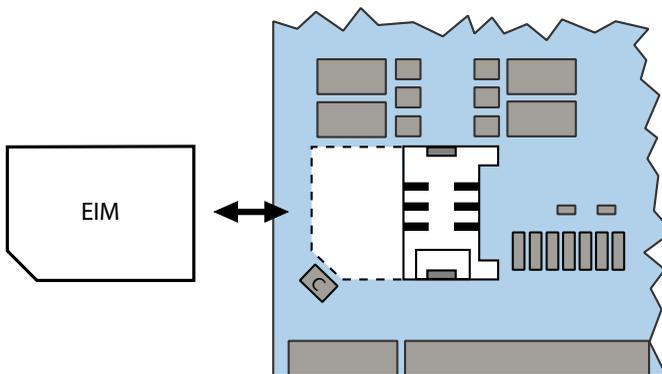

Fig. 80 Carte EIM
4. Glissez la nouvelle carte EIM sous les pattes de guidage jusqu'à ce qu'elle se coince dans le support de carte à puce. Assurez-vous que les contacts de la carte EIM se trouvent en bas et que le coin biseauté de la carte EIM pointe contre le bord de la carte de serveur de téléphonie et non pas contre le condensateur (C) (voir Fig. 80).